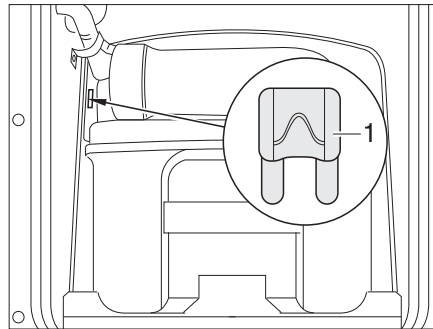

Fig. 84 Fusibile della toilette Thetford
- Sostituire il fusibile (Fig. 84,1).